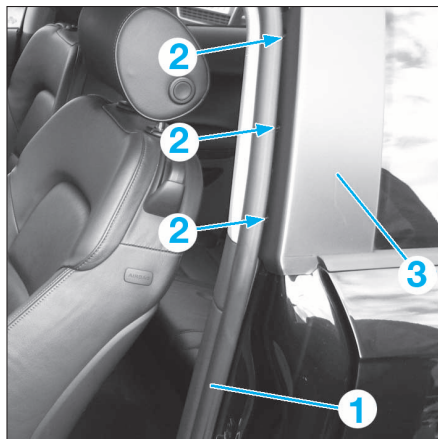

FIG. 2
- Écarter partiellement le joint de porte (1) (Fig.2).
- Faire sauter les rivets (2), puis déposer l'écran (3).